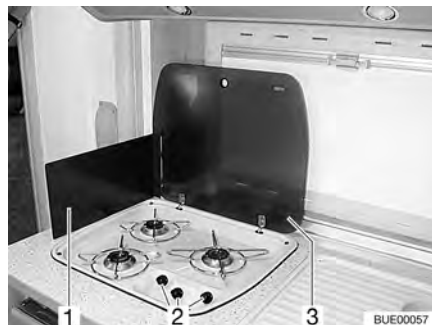

Fig. 180 Cocina de gas
- Abrir la tapa de la cocina de gas (Fig. 180,3).
- Según el modelo, desplegar o colocar la chapa guardallamas (Fig. 180,1).
- Girar el regulador giratorio (Fig. 180,2) correspondiente al quemador deseado a la posición de encendido (llama alta).